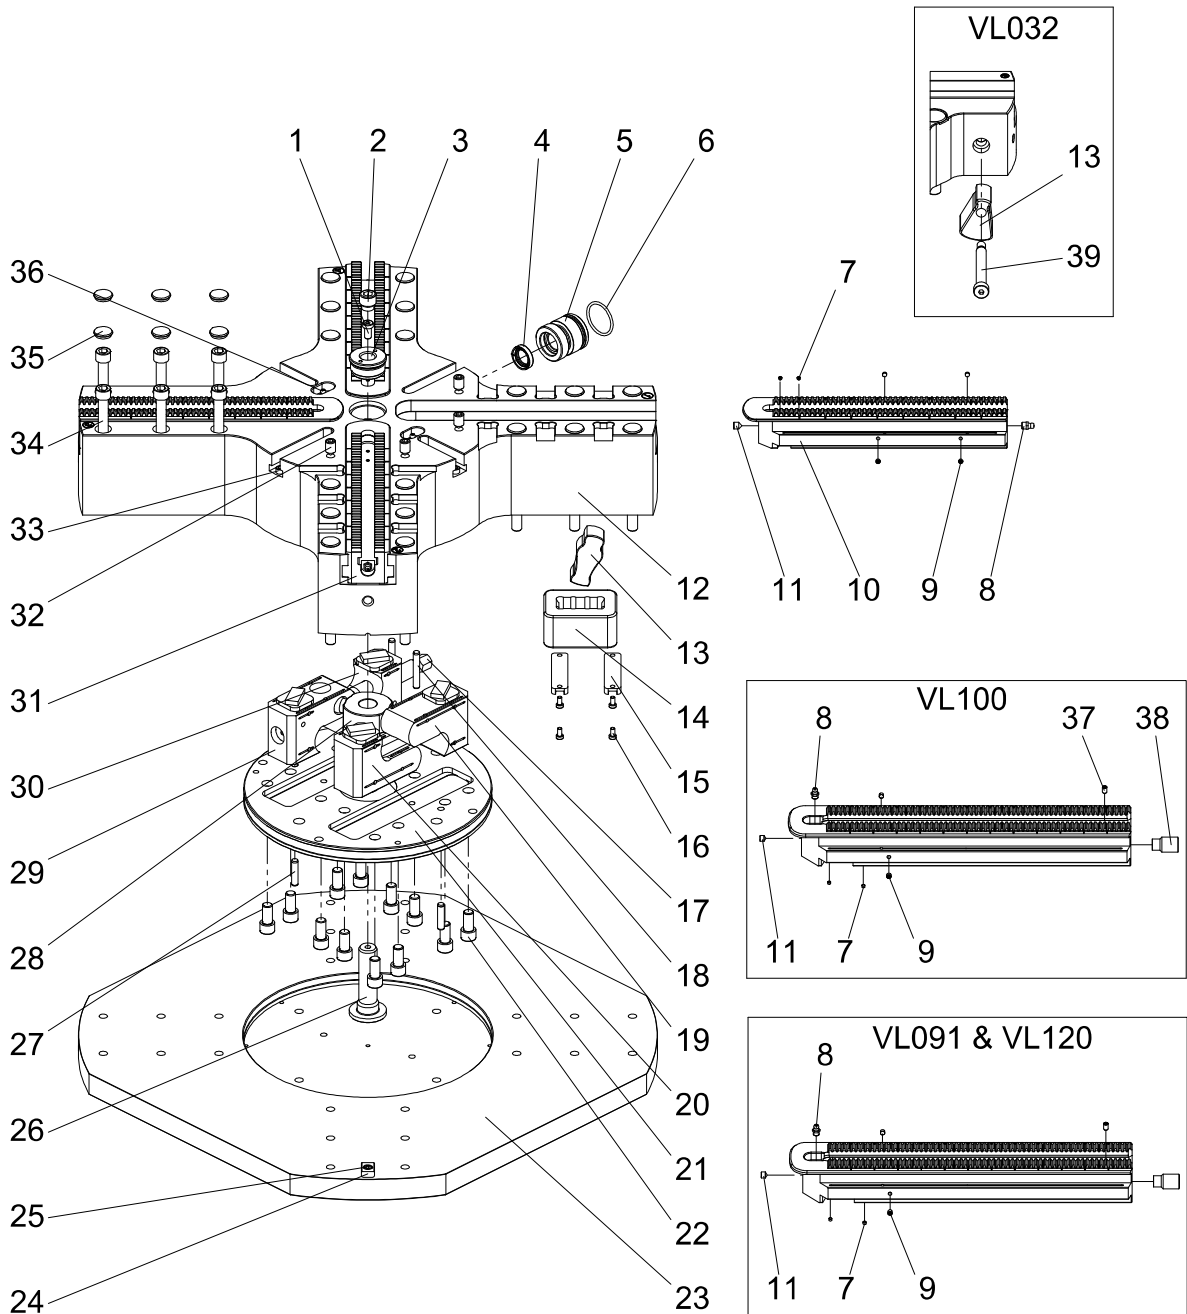

Fig. 8-1: Piezas de repuesto para INOFlex® VL032 – VL120
- Paso 1** Busque la pieza de repuesto que necesita con ayuda de la Fig. 8.1 o 8.2.
Paso 1 Busque la pieza de repuesto que necesita con ayuda de la Fig. 8.1 o 8.2.